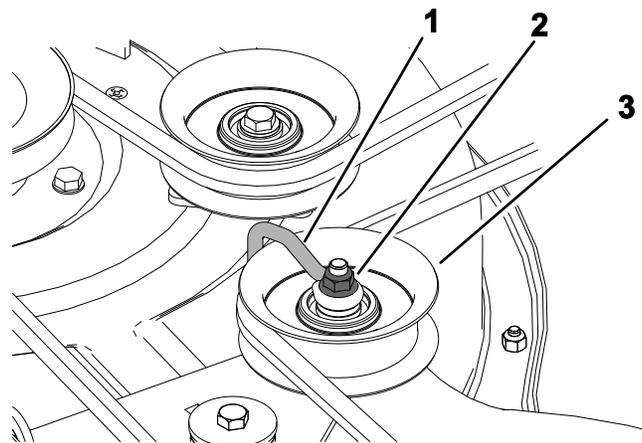

Figura 56
6. Para plataformas prensadas, desaperte a porca que fixa a forma de arame à polia intermédia (Figura 56).
Nota: Posicione a forma de arame contra o braço intermédio como se mostra na Figura 56.